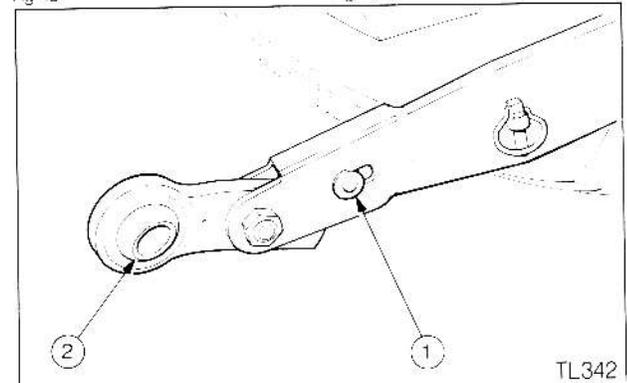

Fig 47
Attelage et dételage d'un outil – Extrémités pivotantes (Fig. 47)
4. Pousser le verrou en avant, (1 Fig. 47) et faire pivoter la rotule, 2, pour l'aligner avec la broche d'attelage de l'outil. Fixer la barre inférieure à gauche sur la broche d'attelage de l'outil avec la goupille.